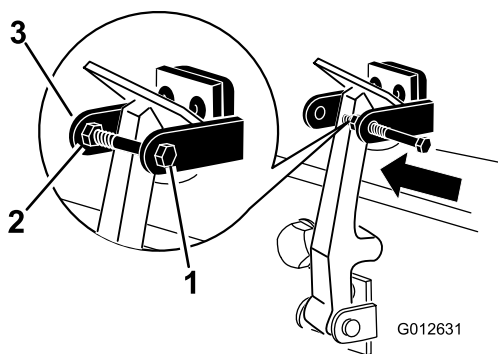

Figure 8
7. Vissez le boulon dans l'autre bras du support de verrou pour bloquer le verrou en position (**Figure 8**). Serrez fermement le boulon mais pas l'écrou.